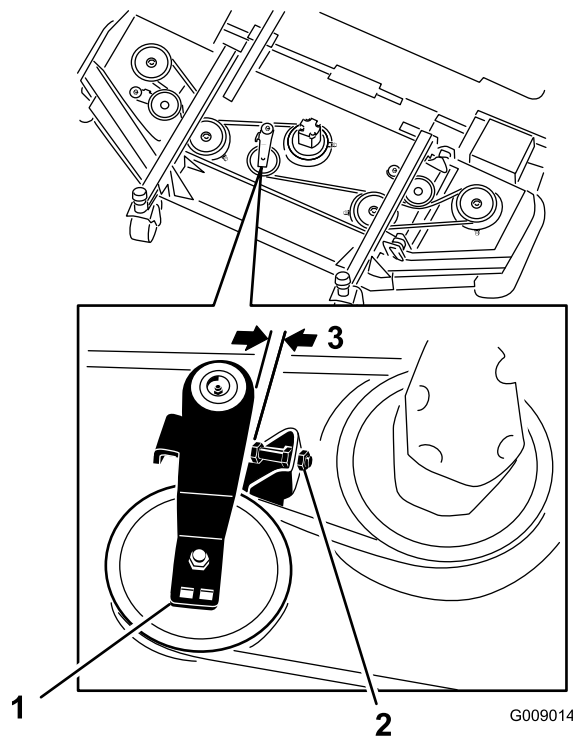

Figure 76
2. Sur le plateau avant, desserrez les écrous de blocage sur la vis d'arrêt de la poulie de tension et vissez la vis d'arrêt dans le support (Figure 76).
3. À l'aide d'une clé à cliquet ou d'un outil similaire, éloignez la poulie de tension (Figure 76) de la courroie d'entraînement pour détendre cette dernière et pouvoir la déchausser des poulies.